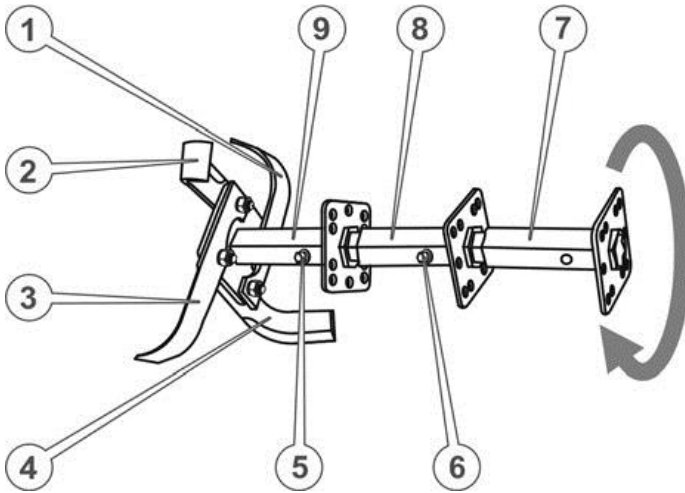
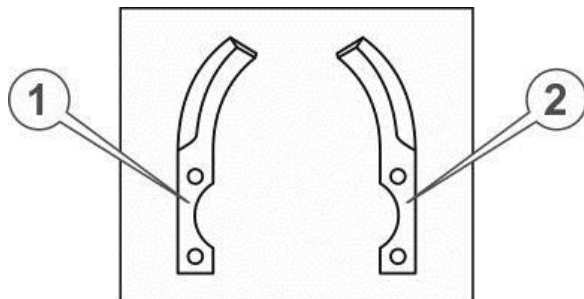

Рисунок 9. – Ґрунтофреза 4-секційна мотоблока МБ 2070Б
Рисунок 10. – Правий та лівий ножі
31. Приєднати трос управління зчеплення, що йде від важеля на лівій рукоятці керма. Для цього вставити сорочку троса в гніздо головки гвинта рукоятки до упору, закрутіть до упору довгий регулювальний болт на кінці важеля зчеплення (див. рис. 9.), вставити трос в отвір цього регулювального болта й завести кінець троса в паз фіксатора, після чого викрутити регулювальний болт до виникнення натягу троса.
1. Встановити додаткову маточину ротора в шестигранний отвір основної маточини та зафіксувати, щоб уникнути можливого осьового зсуву, болтом М8х80 з плоскою і пружинною шайбою (див. рис. 9.)
3. Взяти з комплекту ґрунтофрези по одному лівому і правому ножу (див. рис. 10.)
4. Притулити приготовані ножі (наприклад, поз. 2 і поз. 3 на рис. 10.) до кріпильного квадрату маточини уздовж двох суміжних сторін цього квадрата у такий спосіб, щоб квадрат опинився всередині загинів ножів, загострені частини ножів були спрямовані за ходом обертання (як зазначено стрілкою на рис. 9.), кріпильні отвори ножів збіглися з отворами квадрата, водночас кінцевий отвір одного ножа (поз. 3) збігся із серединним отвором іншого ножа (поз. 2). Утримуючи ножі в такому положенні вставити в отвір болт, надіти шайби й наживити гайку.